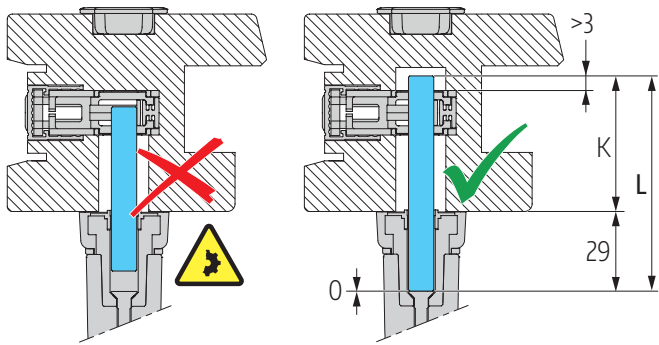

Abb. 31
- ② Vierkant mit Schonhammer in Rastbuchse der Griffrosette einschlagen; **Abb. 33**. (**Abb. 31** beachten).